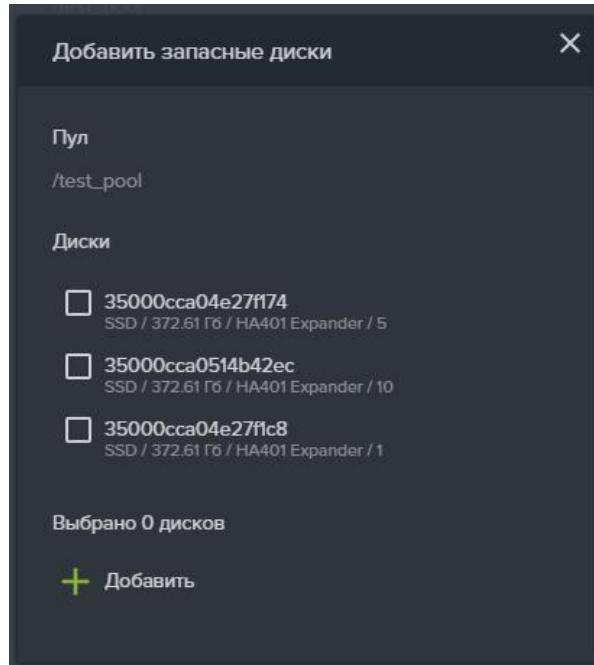

Рисунок 32. Добавление в пул запасного диска
4. Нажмите на кнопку «Добавить запасные диски», откроется окно добавления запасных дисков (см. Рисунок 32);